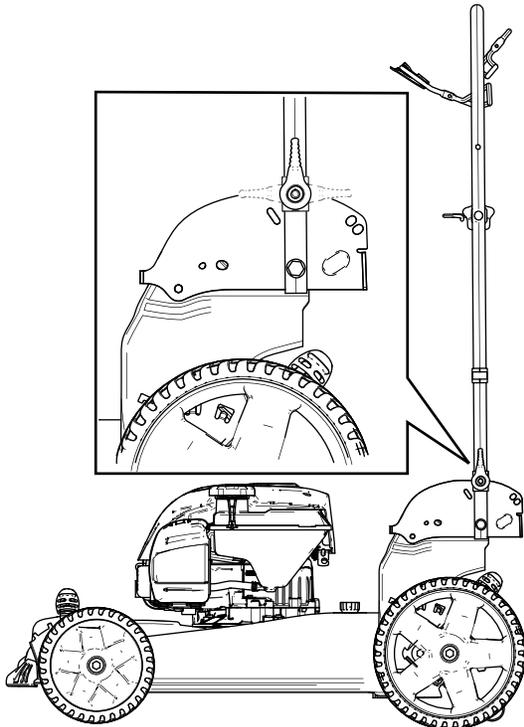

Bild 20
2. Klappen Sie den Holm nach vorne entweder in die aufrechte Stellung oder in die ganz nach vorne geklappte Stellung, wie in Bild 20 abgebildet.